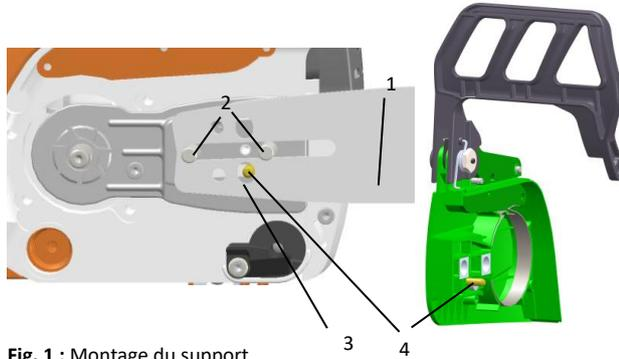

Fig. 1 : Montage du support
- > Placez le guide-chaîne (1 - Fig.1) entre les vis (2 - Fig.1) de la même façon qu'un guide-chaîne de tronçonneuse normale.
- > Le trou (3 - Fig. 1) dans le support doit se trouver au niveau de l'entraîneur du tendeur de chaîne. Selon le type de tronçonneuse, celui-ci est monté du côté du moteur ou dans le couvercle (4 - Fig.1).